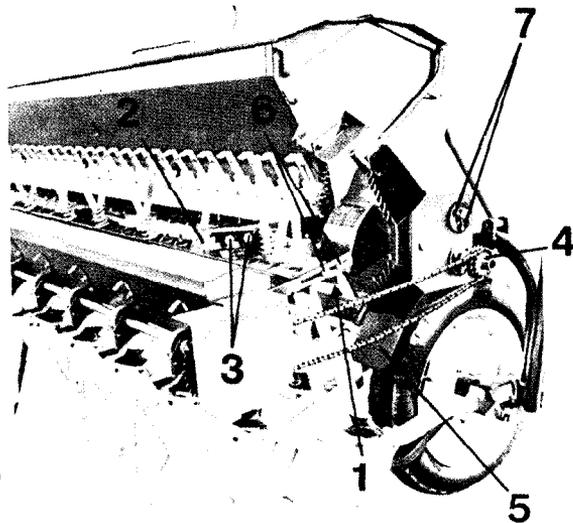

Abb. 58
1. Winkelstücke (Abb. 58/1) unterhalb der Lochschiene und des Halters für den Saatriegel befestigen.
2. Kleesäer mit den Haltern (Abb. 58/2) zunächst lose mit Schrauben (Abb. 58/3) am Rahmen anbringen.
3. Je nach Wahl der Aussaatmenge entsprechenden Räderkonus (Abb. 58/4) an das herausragende Wellenende am Getriebe befestigen.
4. Kette (Abb. 58/5) auflegen und durch Zurückschieben des Kleesäers spannen. Schrauben (Abb. 58/3) fest anziehen.
5. Schrauben (Abb. 58/6) anbringen und ebenfalls festziehen.
6. Die oberen 2 Schrauben (Abb. 58/7) am Lagerdeckel entfernen und durch mitgelieferte, längere Schrauben ersetzen.